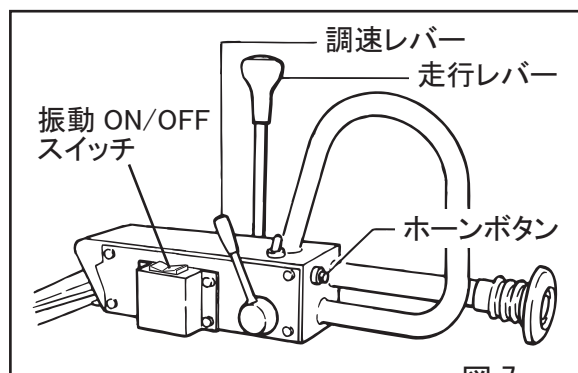

図 7
- 各レバー、ワイヤー（走行、調速）が確実に動作するか点検します。（図7）
- ホーンボタンを押して、ホーンが正常に鳴るか確認します。（図7）
- 調速レバーを一杯に開き、エンジンの回転を上げてください。(図 7)
- 警報装置(ホーン)が付いています。(図7)
- 走行レバーを停止[中立]、振動ON/OFFスイッチをOFFの位置にし、振動が停止する事を確認してから、調速レバーを始動位置に戻し3~5分間冷却運転を行ってください。(図7、8、14)